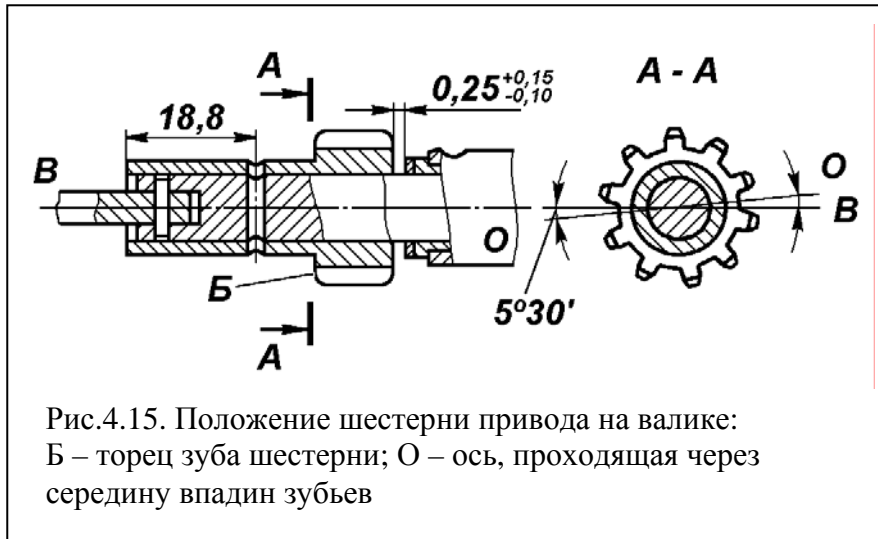

Рис.4.15. Положение шестерни привода на валике:
2. Соединив валик 10 привода с промежуточным валиком-пластиной 3 привода и надев упорную шайбу 7, напрессуйте шестерню на валик, выдержав зазор между упорной шайбой и шестерней привода от 0,15 до 0,40 мм (рис. 4.15).